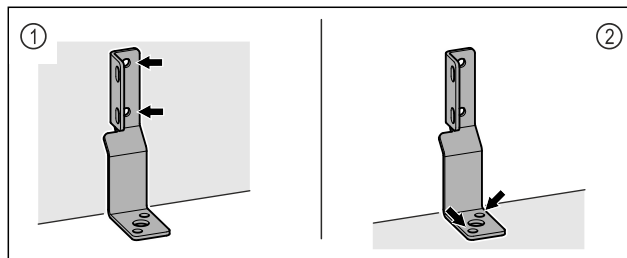

Fig. 45
- Fissare l'angolare alla parete Fig. 45 (1) o al pavimento Fig. 45 (2).